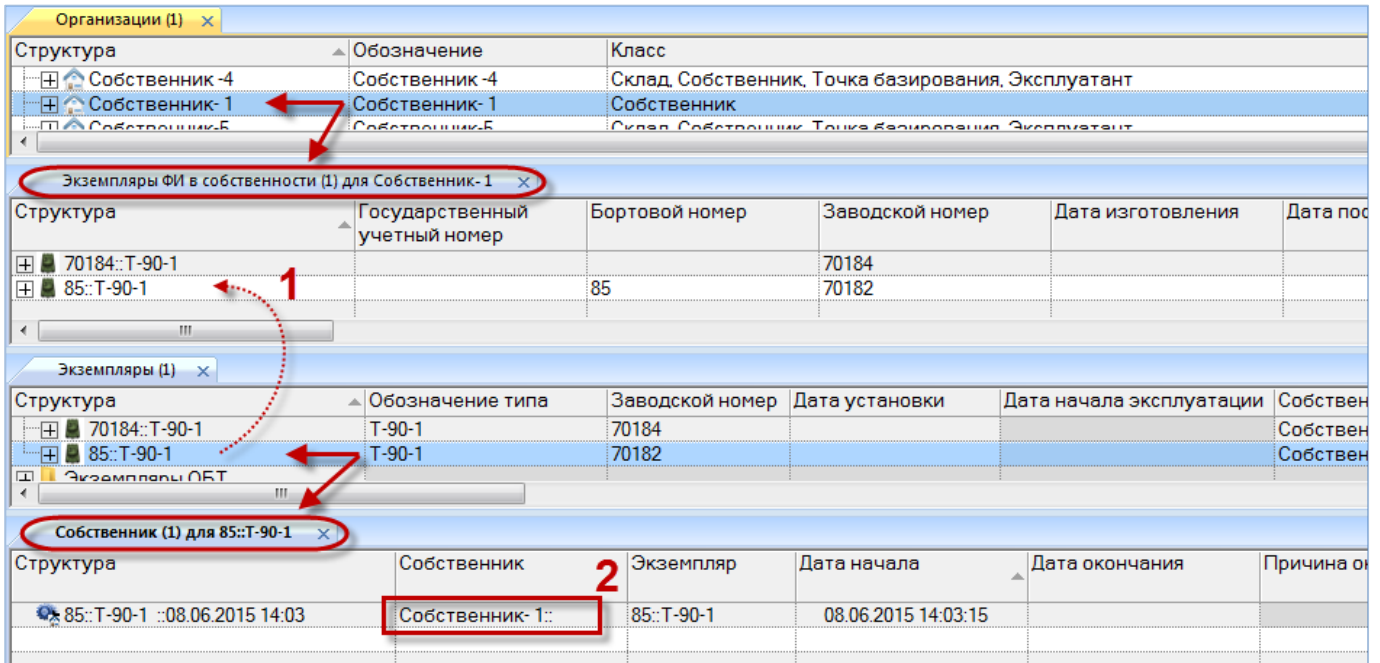

Рис. 22-40 – Назначение собственника перетаскиванием экземпляра ФИ в окно связанных объектов «Экземпляры ФИ в собственности» для организации
3) Открывается окно связанных объектов (рис. 22-40), в котором перечислены все экземпляры ФИ, которые в настоящий момент находятся в собственности выбранной организации.
4) При перетаскивании экземпляра ФИ в окно связанных объектов «Экземпляры ФИ в собственности» (1 на рис. 22-40) создается движение в организацию-собственника. Если у данного экземпляра ФИ ранее уже был назначен собственник, то предыдущее движение будет закрыто и в поле «Причина окончания» указано «Реализация» (2 на рис. 22-40).